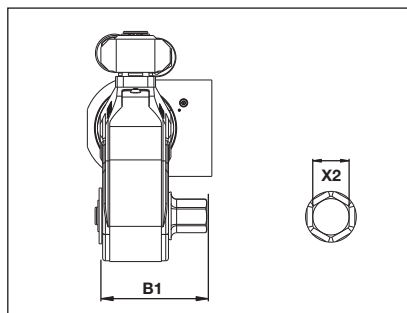

図34
6.8 寸法および仕様、メートル法SDAシリーズアレンキードライブ (図34)
6.9 寸法および仕様、ヤード・ポンド法SDAシリーズアレンキードライブ (図34)